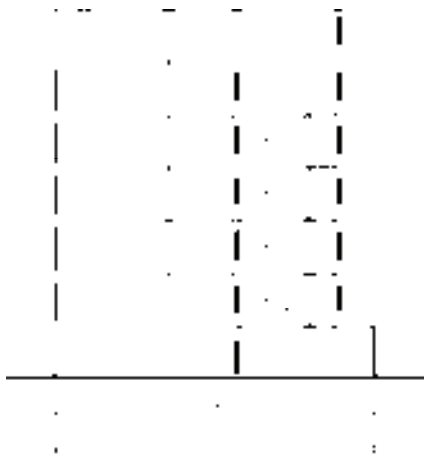

图 14-153 整理图形
1) 整理图形。调用“删除”命令,删除图形如图 14-153 所示。